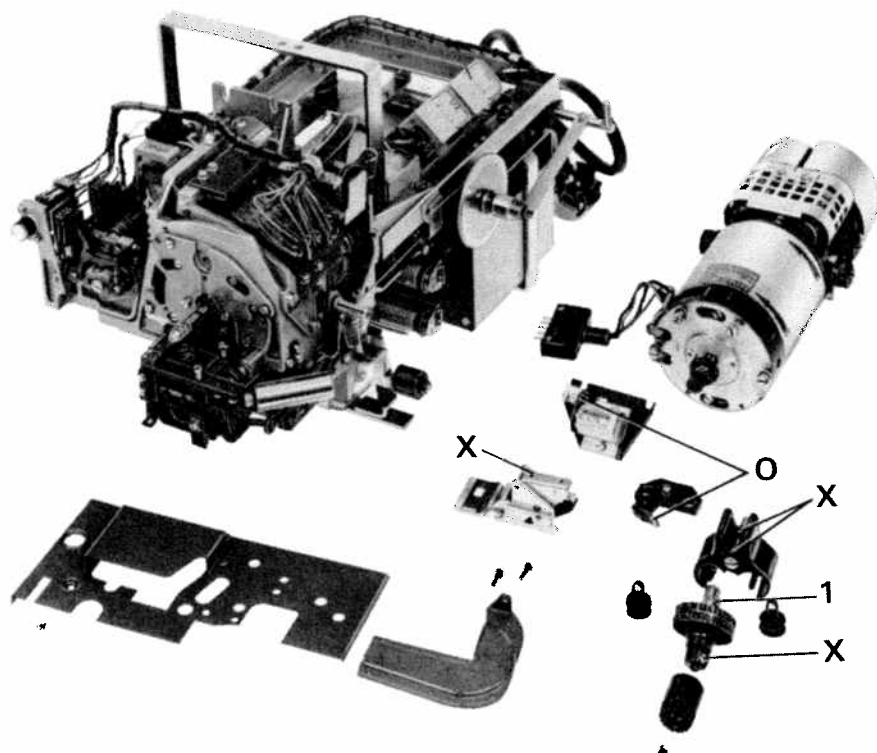

Bild 35
Dimsmörjning, bild 35 och 38-42
3.4.2.3 Smörj ett tunt fettlager på samtliga kugghjul och tandkopplingar samt typhjulets ände 1, bild 35.